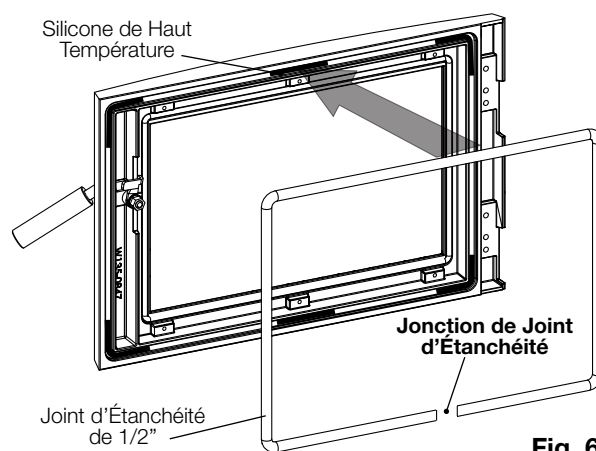

Fig. 6-4
2. Appliquez le **silicone de haut température** (non fourni) dans la rainure de joint d'étanchéité comme illustré (**Fig. 6-4**).
3. Coupez le joint d'étanchéité de 1/2" (fourni) à taille et le placez au dessus du silicone. Appuyez le joint d'étanchéité fermement pour assurer qu'il reste en place. **Assurez-vous que le jonction du joint d'étanchéité face vers le bas comme illustré (Fig. 6-4).**